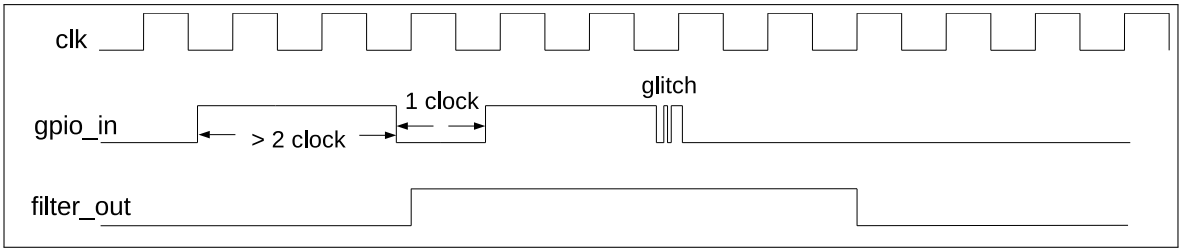

图 5-3. GPIO 输入信号滤波时序图
- 置位寄存器 IO\_MUX\_FILTER\_EN 使能 pad 输入信号滤波，如图 5-3 所示。只有当输入信号的有效宽度大于两个时钟周期时，输入信号才会被采样。否则，输入信号将会被滤掉。